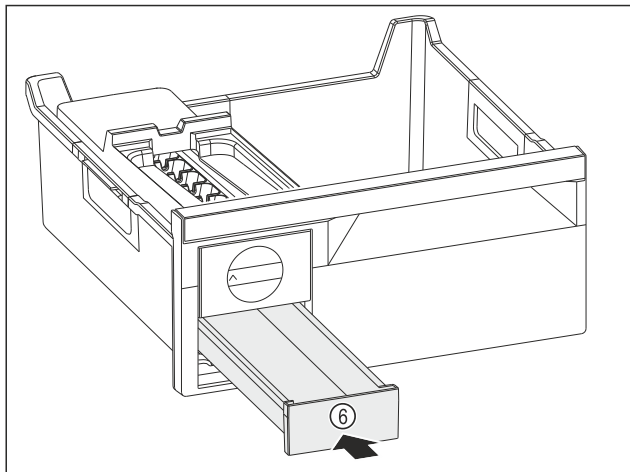

Fig. 188
- ▶ Вдвиньте выдвижной ящик для кубиков льда Fig. 188 (6).